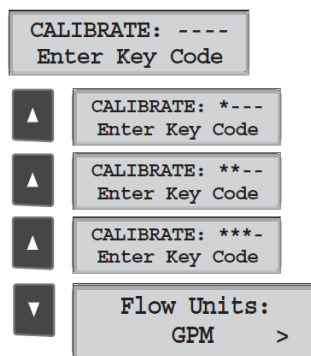

Figura 2.16: Código de ingreso al menú de opciones.
2. Ingresar el código secuencial de teclas como se muestra en la figura 2.16, tres flechas arriba y una abajo.